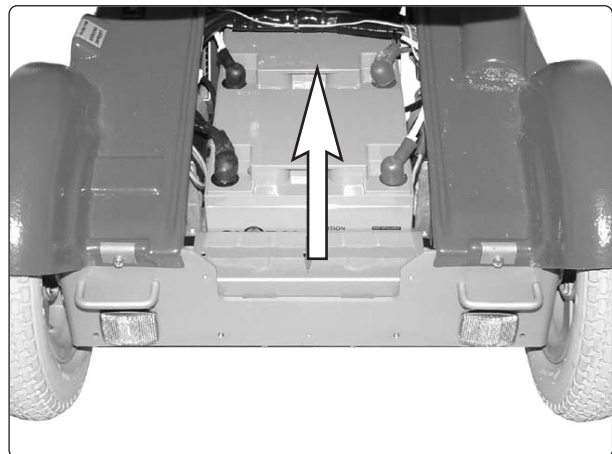

Abb. 13. Abstandsplatte im Batteriegehäuse gerade hochziehen.
7. Entfernen Sie die Abstandsplatte ganz vorne im Batteriegehäuse, indem Sie sie gerade hochziehen, siehe Abb. 13.